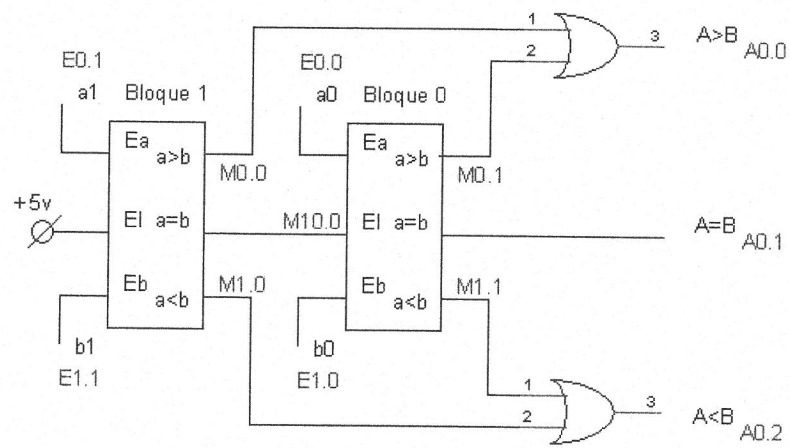

Figura 104
En la siguiente figura se pueden apreciar las entradas y salidas utilizadas en el programa, así como las marcas empleadas en las salidas parciales de cada bloque. El primer bloque debe tener su entrada de igualdad (EI) conectada a uno porque, de lo contrario, según lo explicado anteriormente y al no tener ningún bloque detrás, no compararía (Figura 104).